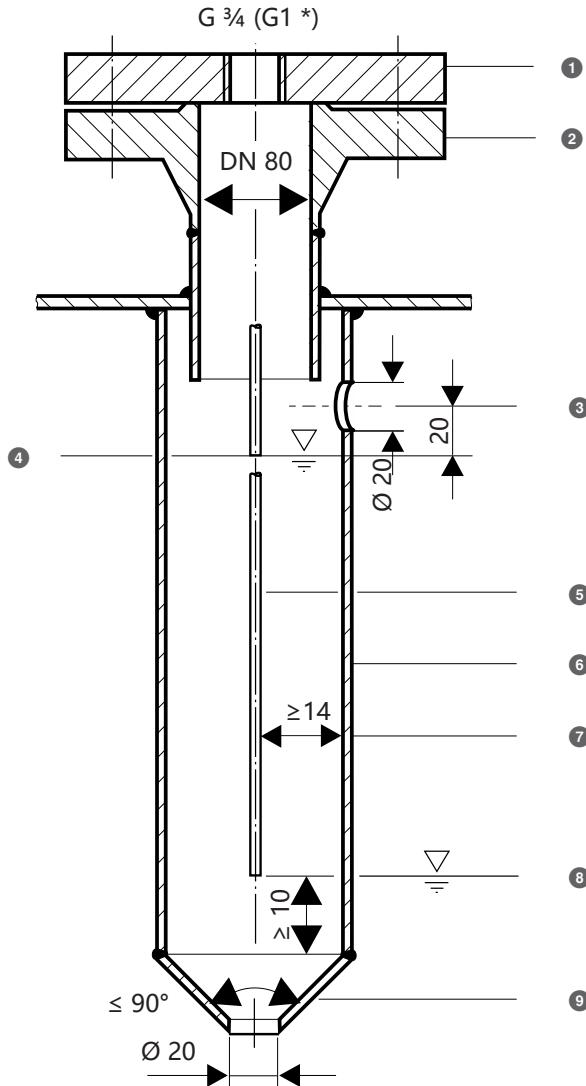
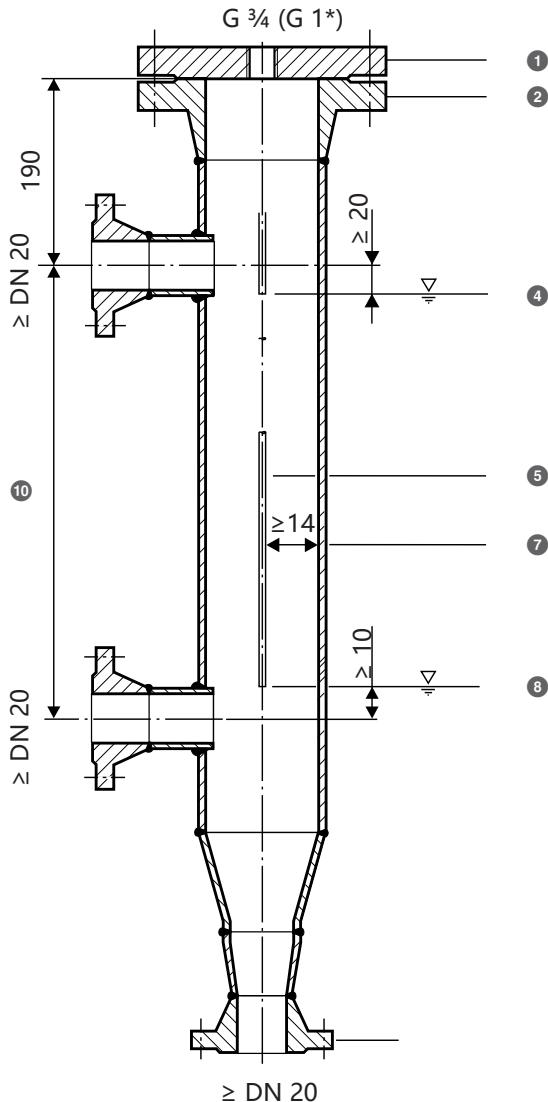

图 17
图 19
- 安装液位电极时注意最小距离尺寸，参见安装示例 图 17 至 图 19。
带尺寸要求的安装示例，参见 图 17，页码 33
图例 图 17 至 图 19
- ① 图 17: 法兰 (PN 40、63、160、320) DIN EN 1029-01
- 图 19: 法兰 (PN 40、63、60、320) DIN EN 1029-01
- ② 管接头
- ③ 平衡孔 (定位时尽量靠近锅炉壁!)
- ④ 高水位 (HL)
- ⑤ 电极棒, $d = 8 \text{ mm}$
- ⑥ 图 17 (单个电极) : 保护管 DN 80
- ⑦ 电极间距 $\geq 14 \text{ mm}$ (空气间隙和爬电距离)
- ⑧ 低水位 (LL)
- ⑨ 图 17 (单个电极) : 异径管 DIN 2616-2
- ⑩ 图 19: 管接头的中心距